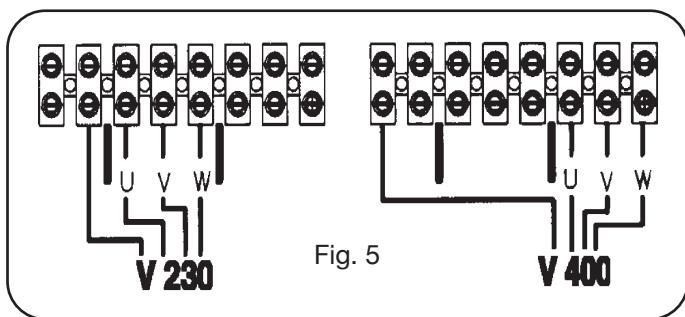

Fig. 5
- Pour varier la tension d'alimentation, enlever le panneau latéral droit et ranger les raccordements de la plaque à bornes comme indiqué dans la figure 5.